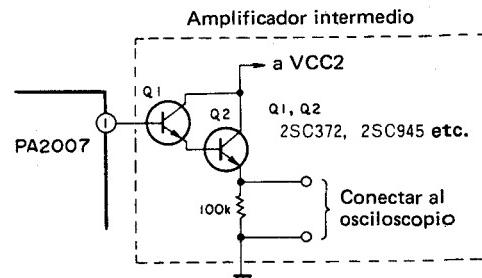

Fig. 11-3 Conexión del amplificador intermedio
5. Una vez aparece la forma de onda mostrada en la Fig. 11-4 en el osciloscopio, ajustar la ganancia del osciloscopio de modo que el pico de la forma de onda de diente de sierra esté en la división 5. Luego, ajustar VR1 (33-1/3 rpm) a $a:b = 2,7:2,3$ como se muestra en la Fig. 11-3. (Tener cuidado porque el ruido se introduce con facilidad.)